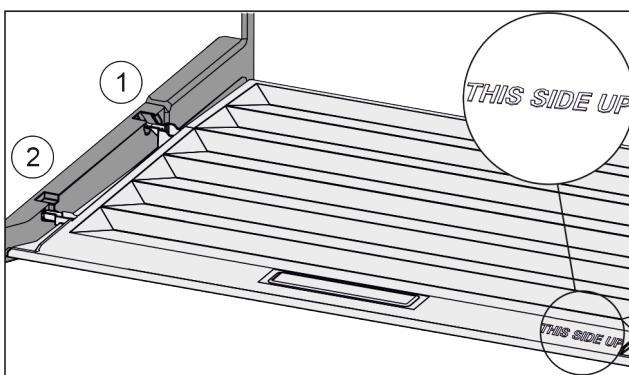

Fig. 162
- ▶ Výstupky veka zavedte cez otvor zadného držiaka Fig. 162 (1) a zaistite vpredu v držiaku Fig. 162 (2).